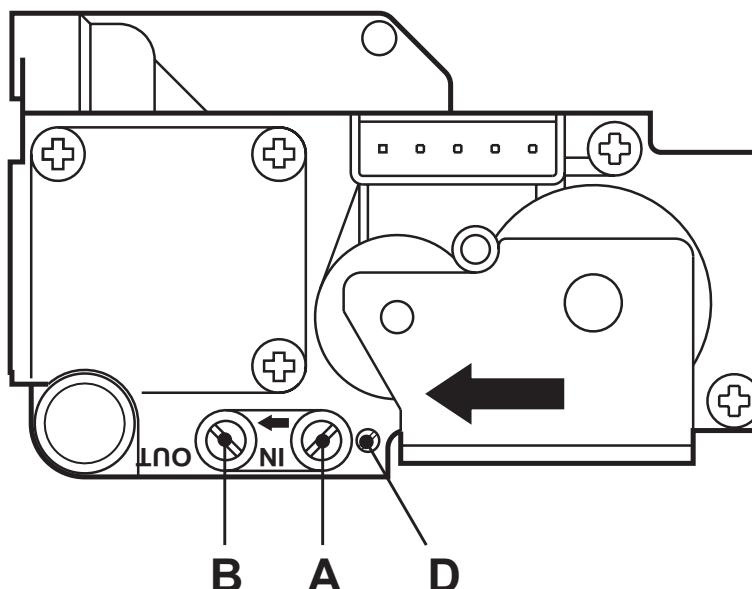

fig. 15 - Válvula de gas
- Conectar un manómetro apropiado a la toma de presión **B**fig. 15 situada aguas abajo de la válvula de gas
- Regular la presión mínima con el tornillo "D"fig. 15(girar a la derecha para disminuirla y a la izquierda para aumentarla).